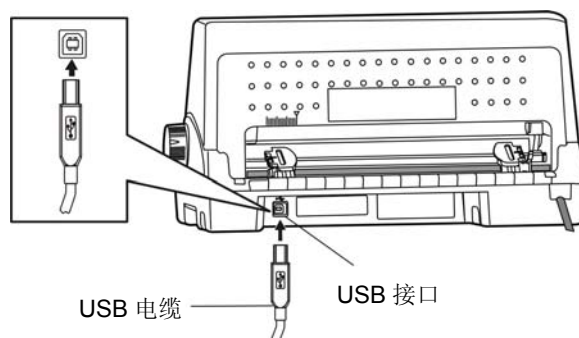
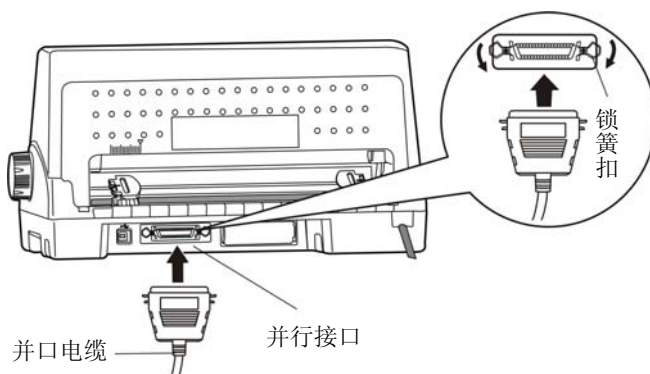
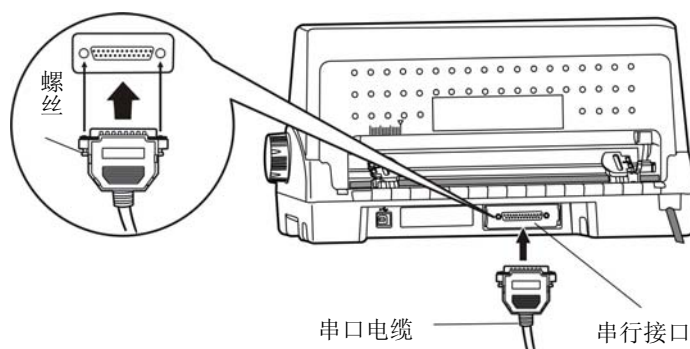
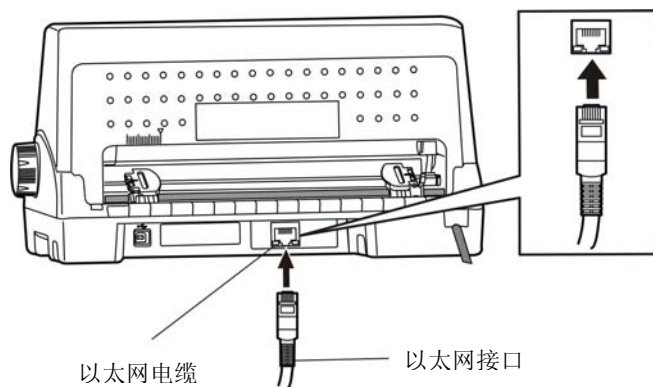

图 2-11 连接 USB 电缆
图 2-12 连接并口电缆
图 2-13 连接串口电缆
图 2-14 连接以太网口电缆
本打印机可选配 USB 接口、并行接口、串行接口、以太网接口或蓝牙接口（产品的具体接口配置，以实物为准）。请根据需要，用相应的接口电缆把打印机与计算机相连〔如图 2-11、图 2-12、图 2-13 和图 2-14 所示〕。
2. 将 USB 电缆的 B 端插头（方型）插进打印机的 USB 接口插座中（如图 2-11 所示）。
1. 关闭计算机与打印机的电源，将并口电缆插头连接到打印机的并行接口，扣上连接器两侧的锁簧扣，固定并口电缆（如图 2-12 所示）。
1. 关闭计算机与打印机的电源，将串口电缆插头连接到打印机的串行接口，拧紧两侧的螺丝，固定串口电缆（如图 2-13 所示）。
将以太网电缆的 RJ-45 水晶插头一端插进打印机的以太网接口插座中，另一端插头连接到局域网的接入端（如图 2-14 所示）。